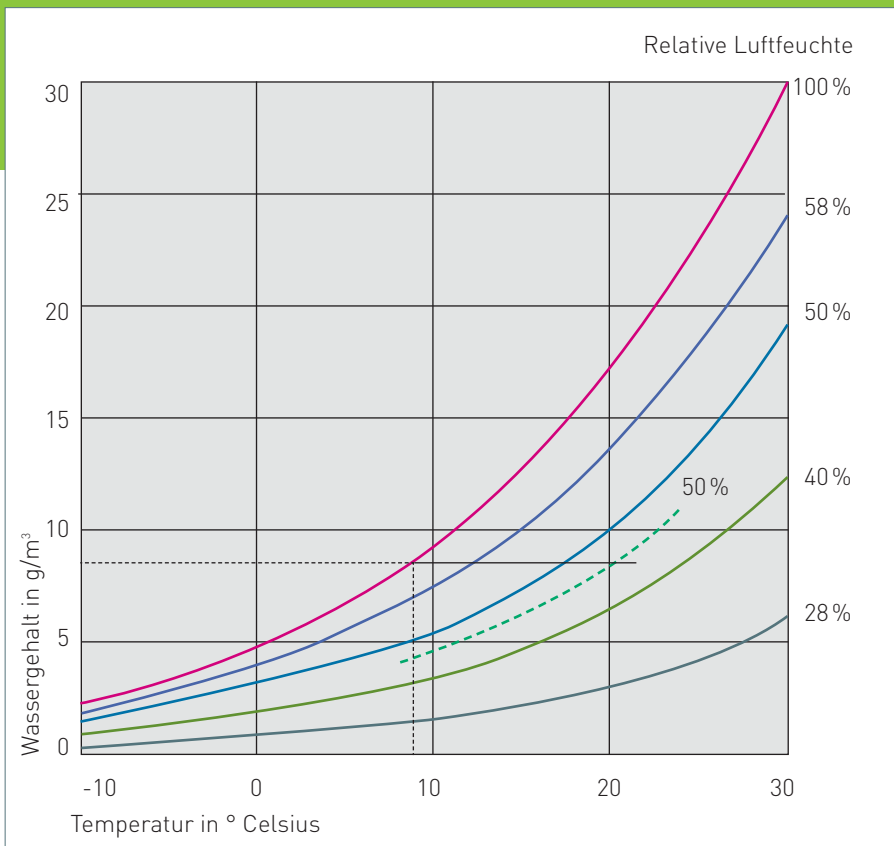

Abb.1: Wassergehalt der Luft in Abhängigkeit von der Temperatur und der relativen Luftfeuchte
- Ab dem 3. Tag muss intensiv gelüftet werden. Das Wasseraufnahmevermögen der Luft ist witterungsabhängig; es hängt z.B. von der Temperatur ab. So kann die Luft bei 30°C die dreifache Wassermenge aufnehmen wie bei 10°C (siehe Abbildung 1). Deshalb ist es bei Frost, hoher Luftfeuchtigkeit und lang anhaltendem regnerischen Wetter sinnvoll, die Trocknung durch Beheizen der Räume und Stoßbelüftung zu unterstützen. Idealerweise sollten dabei tagsüber mindestens fünfmal alle Fenster und Türen für mindestens 10 Minuten weit geöffnet werden. Anschließend sind die Fenster und Türen wieder zu schließen. Bei günstigen klimatischen Bedingungen (geringe Luftfeuchtigkeit) kann auch dauerhaft gelüftet werden.